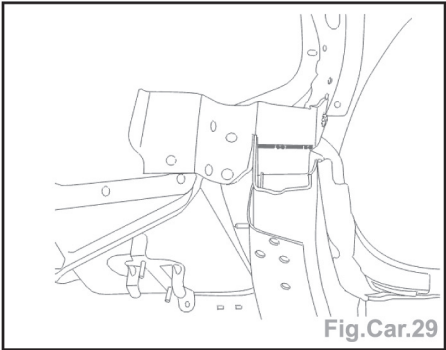

Fig.Car.29
- Découper par meulage des points (Fig.Car.29).